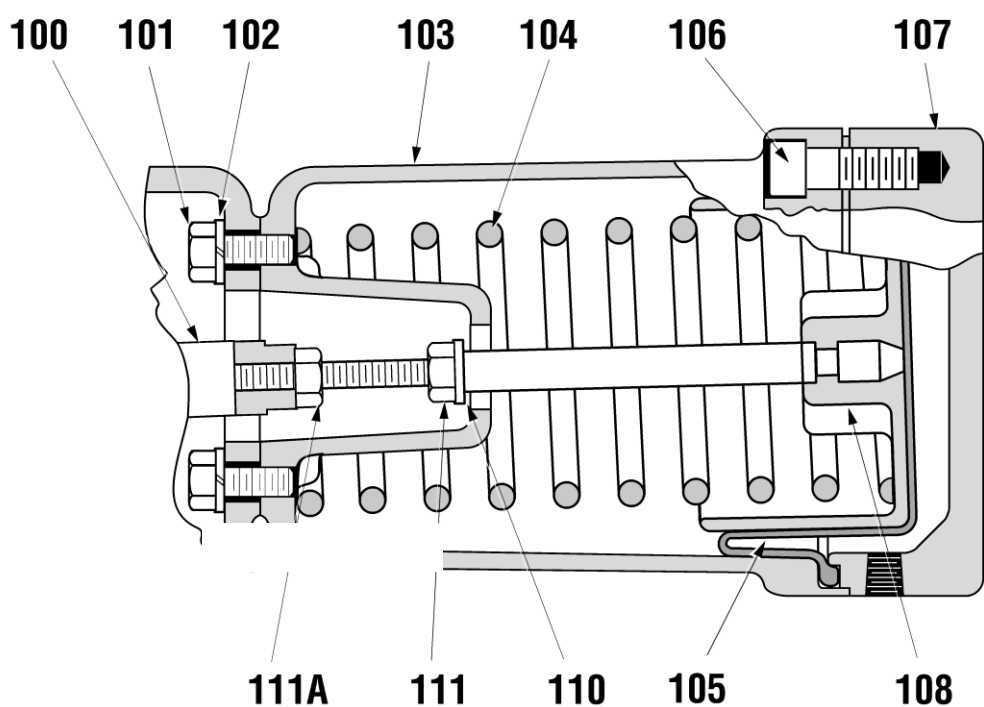

Рисунок 8 - Привод
13.1. Замена мембраны (рисунок 8 - 11)